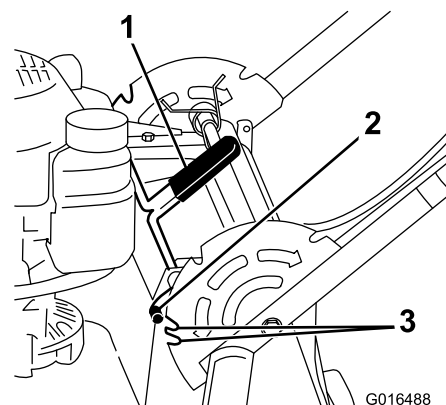

Figura 16
1. Tire hacia atrás de la palanca de bloqueo para desenganchar las clavijas de bloqueo del manillar (Figura 16).
2. Gire el manillar y alinee la muesca deseada del soporte del manillar con las clavijas de bloqueo del manillar; consulte Figura 16.